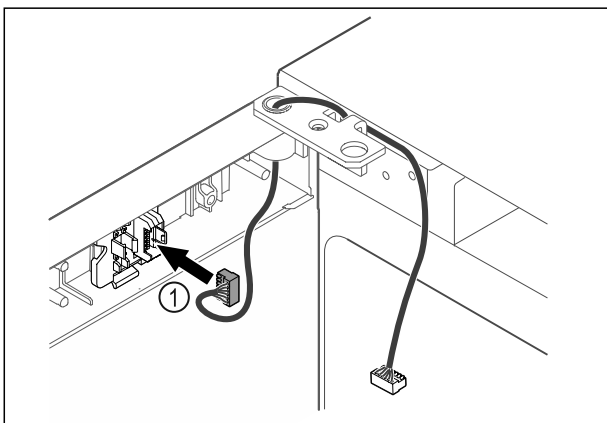

Fig. 41
- ▶ Вставити штекер Fig. 41 (1) в кріплення штекера.